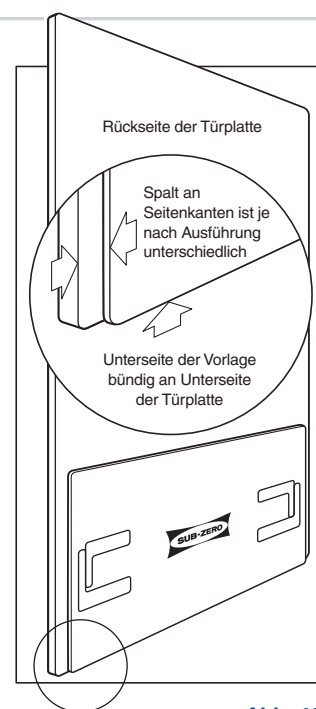

Abb. 12
Die mitgelieferte Kunststoffvorlage so positionieren, dass sie bündig mit der unteren Kante der Tür abschließt. Dabei darauf achten, dass die Ausrichtung für die rechte (RH) bzw. linke (LH) Türposition genau eingehalten wird. Siehe Abbildung 12 auf Seite 98.
WICHTIGER HINWEIS: Die Vorlage hat zwei verwendbare Seiten, eine für die Tür und eine für die Schubladen. Es muss sichergestellt werden, dass Sie die richtigen Löcher und die richtige Seite verwenden. Denken Sie daran, dass Sie die Türplatte in Abbildung 12 auf Seite 98 von der Rückseite aus betrachten.